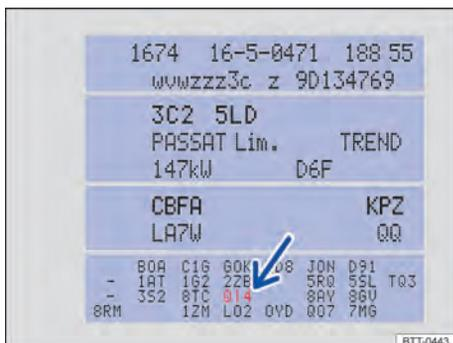

Fig. 193 Etiqueta de dados do veículo com número PR do respectivo serviço (Representação esquemática).
- Pelo número PR da etiqueta de dados do veículo → Fig. 193 (seta) → Página 274.